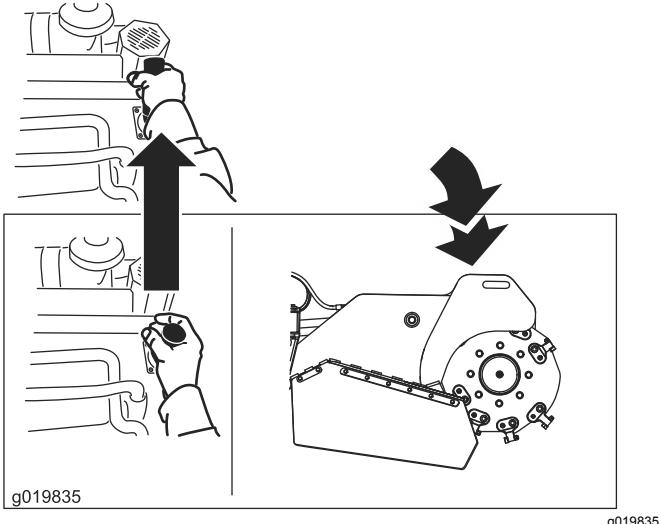

Figura 14
- Per abbassare la trinciatrice, spingete in avanti la leva (Figura 14).